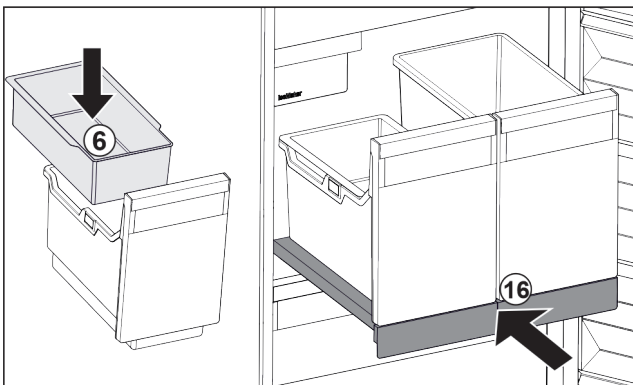

Fig. 111
- ▶ Вставити підвісний лоток Fig. 111 (6) для кубиків льоду.
- ▶ Вставити витягну панель з резервуаром (IceTower). Fig. 111 (16)